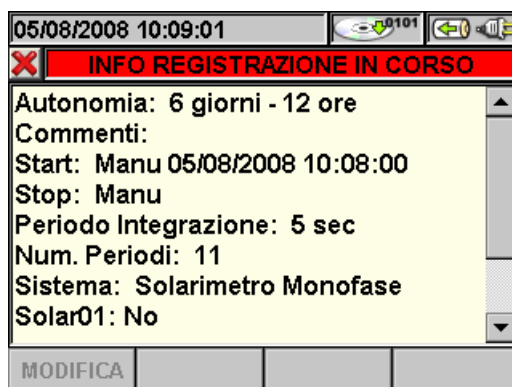

Fig. 120: Videata informazioni registrazione in corso con sistema FV impostato
6. Nella videata di Fig. 120 sono riportate le seguenti informazioni: